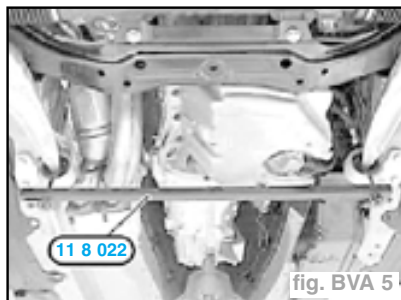

fig. BVA 5
- Mettre en place l'outil **11 8 022** sur les bras transversaux G et D (fig. BVA 5).